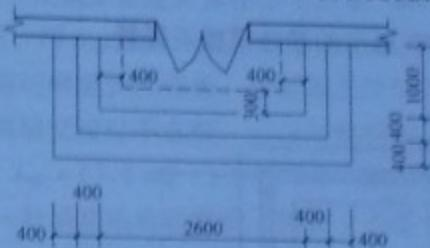

图 1-54 台阶平面图
**【例 1-54】** 某台阶平面图如图 1-54 所示，试计算其模板工程量。
分析：由图 1-54 可知，台阶与平台相连，则台阶应算至最上一层踏步外沿加 300mm，如图中虚线所示。